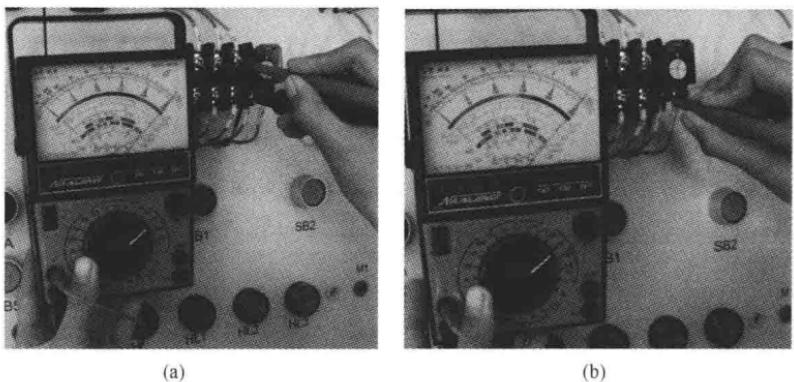

图 3-39 检测热继电器
- 2) 用万用表检测各主触头，常闭辅助触头进端和出端接触是否良好，正常情况下 $R=0$ 。如图 3-39 所示。
(5) 控制变压器 TC。控制回路的电源由控制变压器 TC 输出的 127V 电压提供。控制变压器 TC 的二次侧分别输出 36V 和 127V 电压，作为机床低压照明灯、信号灯的电源。